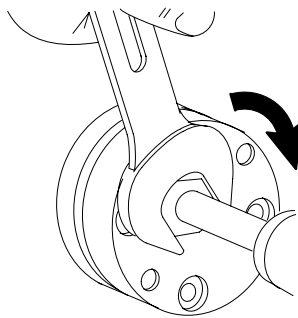

Abb. 5-3 Stopfbuchsen-schraube der Pumpe festziehen (im Uhrzeigersinn)
3. Siehe Abbildung 5-3. Mit einem 24-mm-Maulschlüssel mit kurzem Griff (15 Grad gekröpft) die Stopfbuchsen-schraube um ungefähr eine Vierteldrehung im Uhrzeigersinn (in Pumpendrehrichtung) festziehen. Lässt sich die Schraube nicht weiter anziehen, die Pumpe ersetzen.